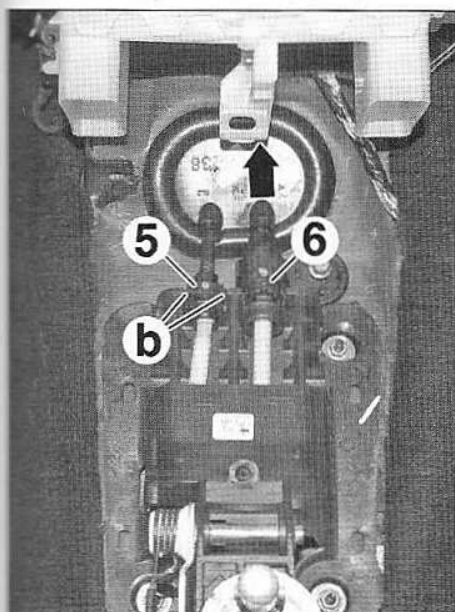

FIG.19
- en pinçant l'arrêt de gaine (5) en (b) (Fig.19),
- en poussant l'arrêt de gaine (6) (flèche).